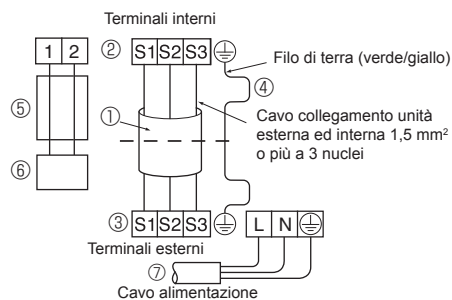

Fig. 7-4
- Eseguire i collegamenti elettrici seguendo lo schema ripreso qui sotto a sinistra (Procurarsi il cavo localmente). (Fig. 7-4)